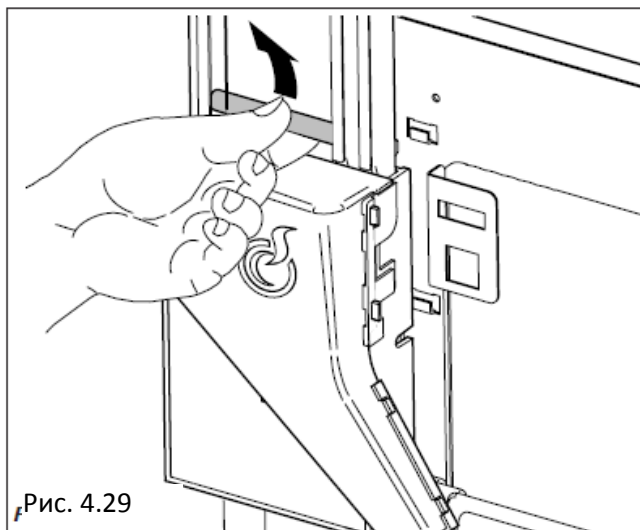

Рис. 4.29
- Удалите металлический грузик с вертикальной секции для подачи размешивателей (Рис. 4.29)